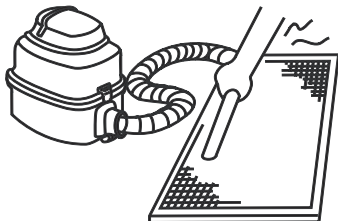

Рис. 15.2
- b. Во время чистки водой приточная сторона фильтра должна быть направлена вниз (см. рис. 15.2).